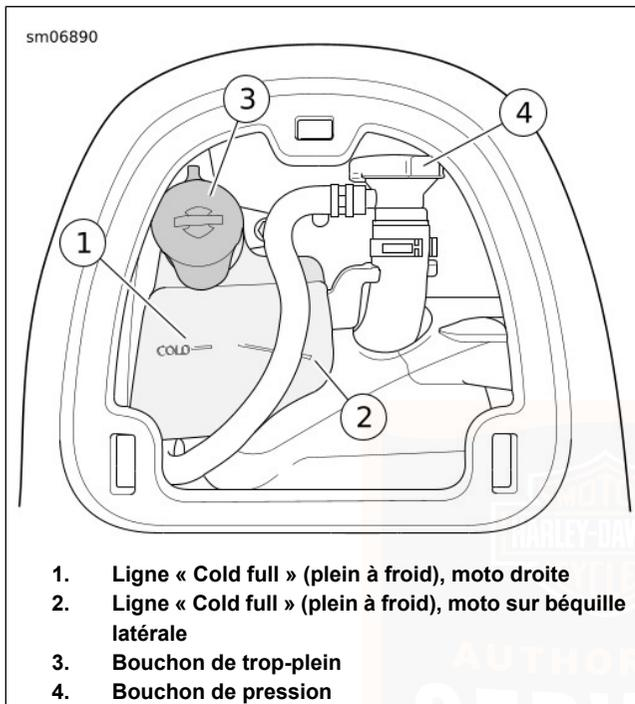

Figure 72. Niveau du liquide de refroidissement
Voir Figure 72 . Sur le réservoir de liquide de refroidissement figurent deux traits. Utiliser le trait incliné (2) lorsque la moto est appuyée sur la béquille latérale.
2. Voir Figure 72 . Vérifier que le niveau du liquide de refroidissement dans la bouteille de liquide est sur la ligne « COLD » (froid) (1) ou légèrement au-dessus.